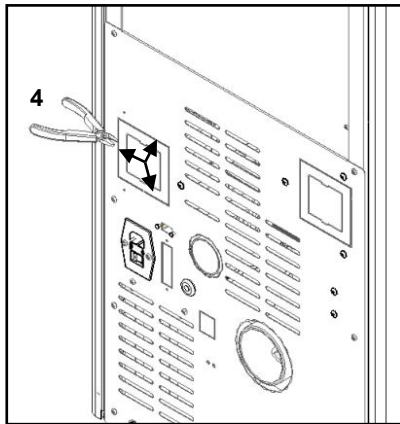

Figura 127 - Remoção tampa posterior salamandra
d) Na parte posterior do equipamento remover a tampa assinalada na Figura 127, cortando nas zonas assinaladas com um alicate de corte (4).